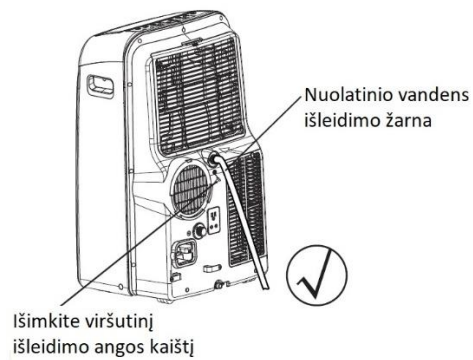

Fig.20a
- Prietaisui veikiant sausinimo režimu, nuimkite viršutinį išleidimo angos kištuką, esantį prietaiso galinėje dalyje, prijunkite 5/8" vandens išleidimo jungtį su 3/4" žarna (įsigijama atskirai). Modeliuose, kuriuose nėra išleidimo angos jungties, tiesiogiai pritvirtinkite išleidimo žarną prie angos. Kitą žarnos galą nukreipkite į vandens išleidimo vietą ant grindų (žr. Fig. 20a).
Pastaba: įsitikinkite, kad žarna pritvirtinta tinkamai ir nėra jokių pratekėjimų. Nukreipkite žarną link vandens išleidimo vietos / kanalizacijos ir įsitikinkite, kad nėra jokių užlenkimų, kurie trukdytų tekėti vandeniui (žr. Fig. 20a, 20b, 21a). Niekada nenukreipkite žarnos aukštyn (žr. Fig. 21b).